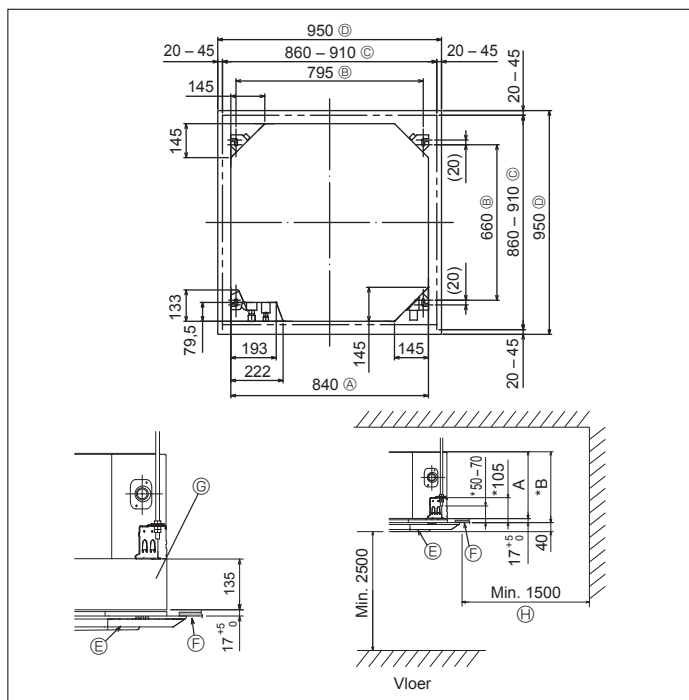

Fig. 3-2
3.2. Plafondopeningen en posities voor installatie van de ophangbouten (Fig. 3-2)
- * De afmetingen van de plafondopeningen kunnen aangepast worden binnen de begrenzingen zoals afgebeeld in Fig.3-2; u moet dus het apparaat tegen het plafondopening centreren, waarbij u ervoor moet zorgen dat de respectievelijke tegengestelde zijden aan alle kanten van de opening hetzelfde zijn.